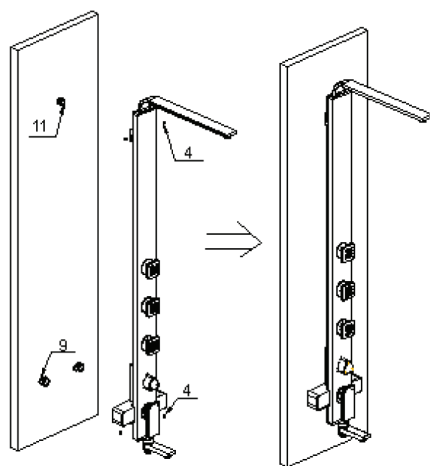

Рис. 9
6. Установка душевой стойки на стену: соедините выходы смесителя с металлическими переходниками (9) на выходах воды системы водоснабжения, навесьте корпус душевой стойки (3) на настенное крепление (11), и плотно прижмите ее к стене, а затем прикрутите ее винтами (4) (рис.9).